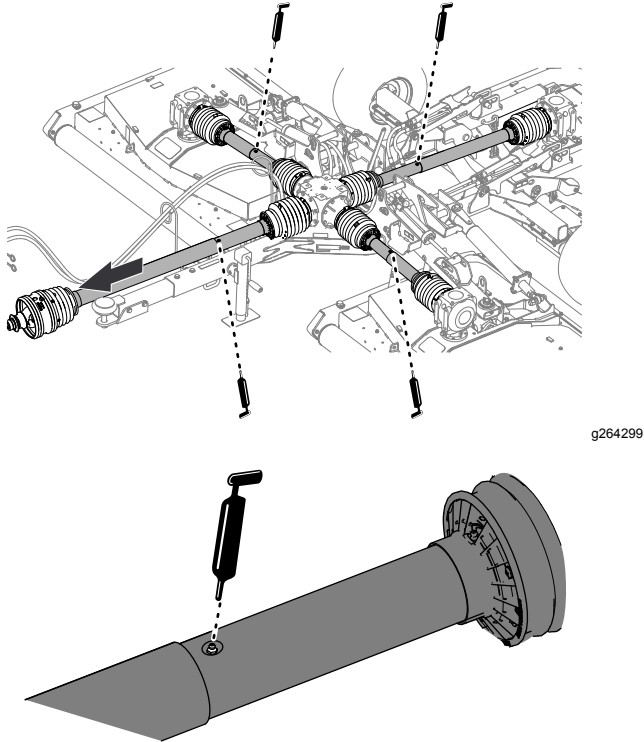

Figura 43
1. Estenda parcialmente o eixo de transmissão da tomada de força para aceder ao bocal de lubrificação perto do meio do resguardo do eixo de transmissão interno (Figura 43).
2. Aplique lubrificante nos 4 bocais de lubrificação para as juntas do eixo de transmissão telescópica, como se mostra na Figura 43.